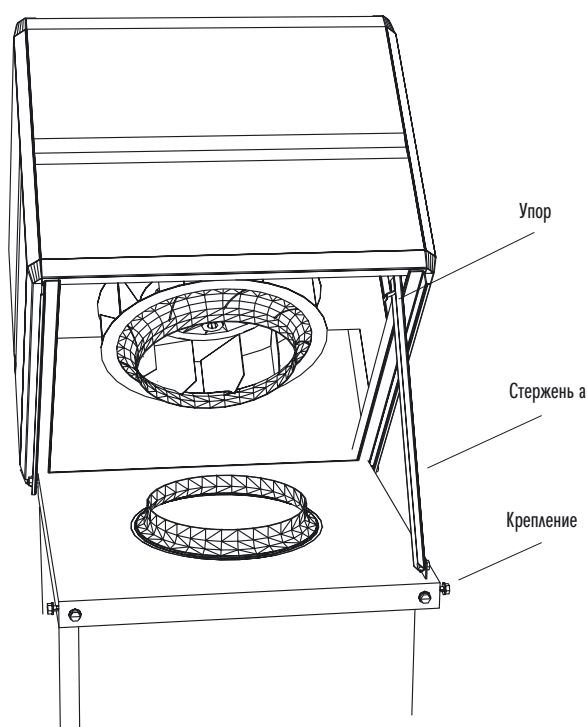

Рис. 5
3. Отверните крепежные винты примерно на 10 мм. для того, чтобы можно было выдвинуть вентилятор на петлях наружу. Защелки (1 или 2 шт. в зависимости от сборки) закрепляют автоматически вентилятор в наклонном состоянии (рис. 5).
6. Когда работы по обслуживанию выполнены, освободите наклонные опоры нажатием на замковый рычаг (см. рис. 5) и опустите вентиляционную часть на место. Затяните винты